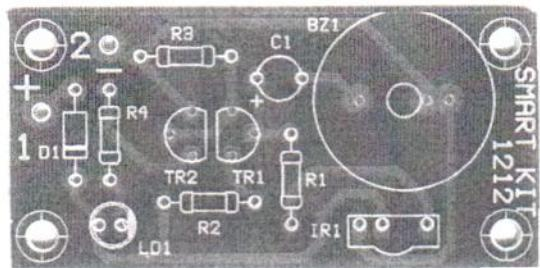

Рис. 3 Монтажная схема
3. Установите все детали согласно рис. 3 в следующей последовательности: сначала малогабаритные, а потом все остальные элементы.